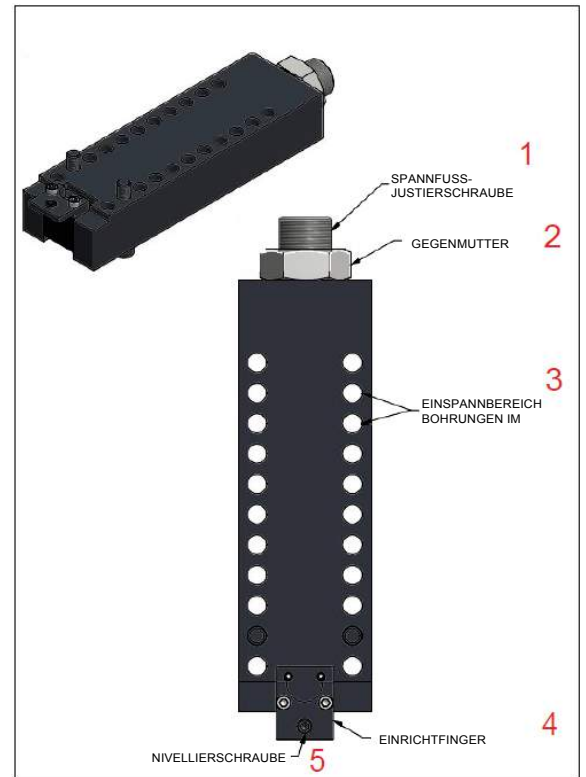

ABBILDUNG 3-5. FF2400 SPANNFUSS-KOMPONENTEN
2. Wenn der Werkstückdurchmesser kleiner als 24,5" (62,2 mm) ist, befestigen Sie die Spannfüße an den Spannfüßen, wie in Abbildung 3-5 dargestellt.